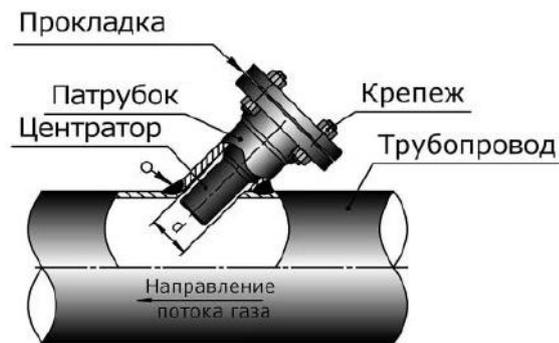

Рисунок 2.19 – Установка центратора в патрубок
– в патрубок установите и закрепите центратор (рисунок 2.19). Центратор одновременно является заглушкой для герметизации трубопровода при демонтаже преобразователя расхода;